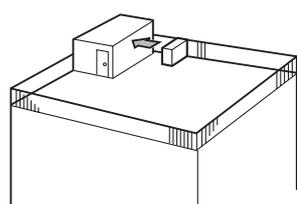

Fig. 2-4
- ① Positionner la sortie d'air vers le mur le plus proche et à environ 500 mm de celui-ci. (Fig. 2-4)